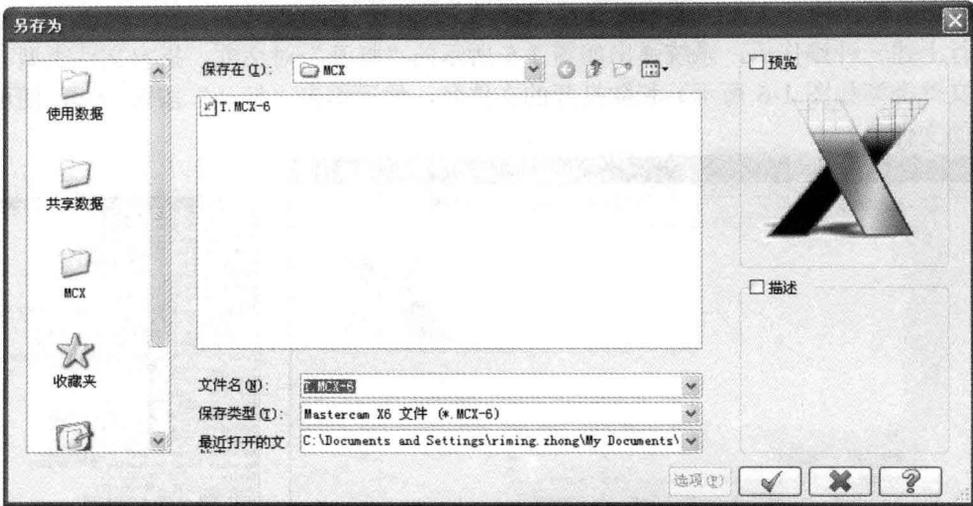
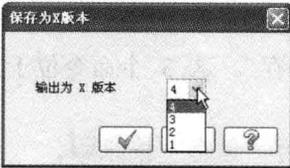

图1-8 “另存为”对话框
图1-9 “保存为 X 版本”对话框
- “保存”命令：该命令用于保存当前文件，对应的按钮为“保存”按钮。对于新文件，第一次执行“保存”命令时，将打开如图 1-8 所示的“另存为”对话框，指定文件要保存到的文件夹（目录路径），输入文件名和设置保存类型后单击“保存”按钮即可。对于某些在指定目录下设定的保存类型，用户还可以根据可用情况单击“另存为”对话框中的“选项”按钮来更改其保存版本。例如，设置要保存的新目录后并从“保存类型”下拉列表框中选择“Mastercam pre-X5 (\*.MCX)”，此时“选项”按钮被激活（可用），单击“选项”按钮，系统弹出如图 1-9 所示的“保存为 X 版本”对话框，从“输出为 X 版本”下拉列表框中选择“4”、“3”、“2”或“1”后单击“确定”按